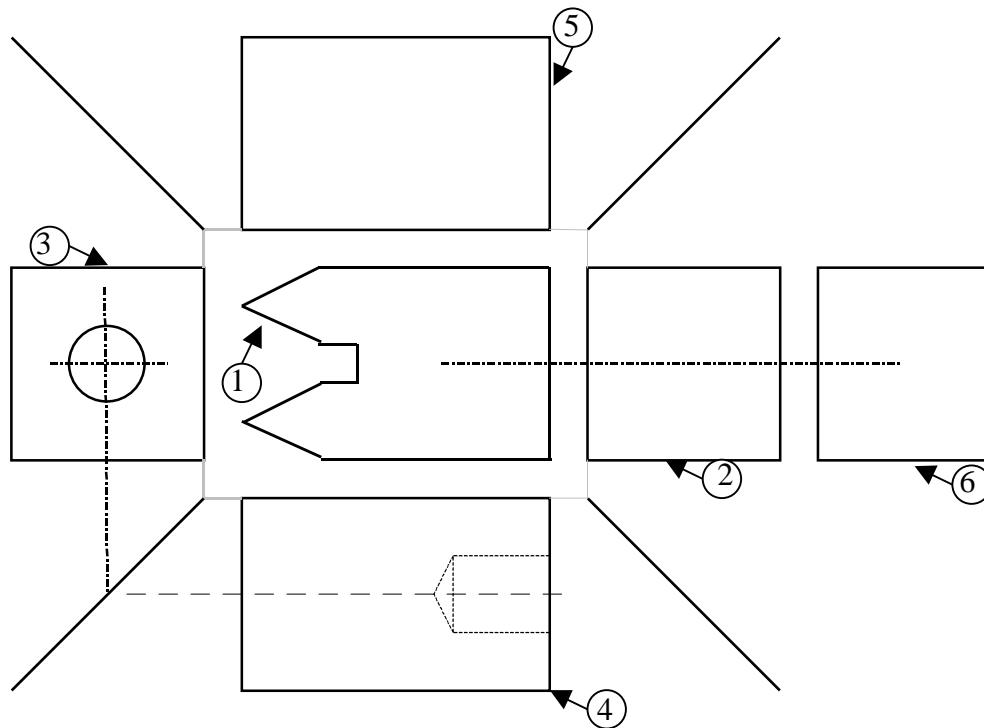

fig5
*Pour chacune de ces positions correspond une projection donc une vue (fig5).